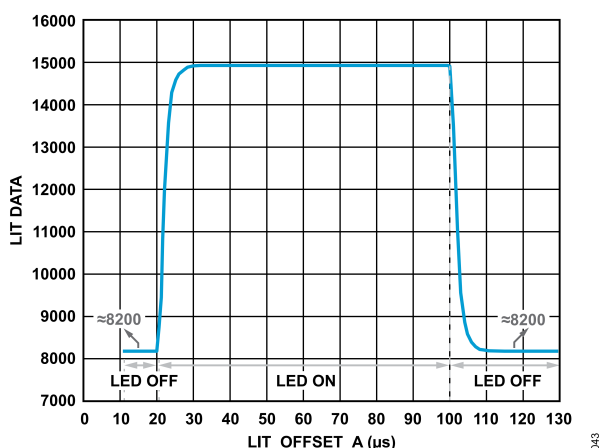

図 47. OSRAM FIREFLY CT DBLP31.12（緑色 LED）のタイミング
5. 明データの平均値と LIT_OFFSET_A をプロットします。光学デバイス（例えば OSRAM FIREFLY® CT DBLP31.12）の応答時間を図 47 に示します。